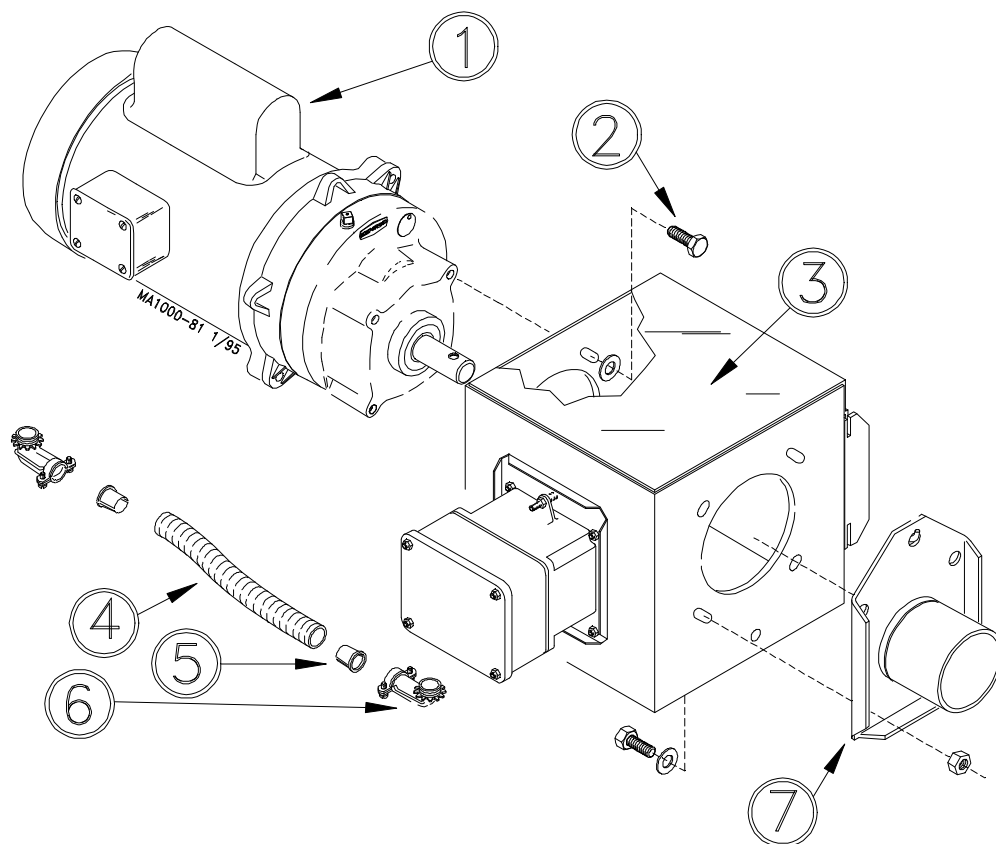

Figura 13. Procedimiento de armado de la unidad de control y unidad de potencia
1. Fijar el anclaje del tubo al extremo de la unidad de control. Poner una arandela plana en cada uno de los pernos que fijan el anclaje del tubo a la unidad de control. Ver la Figura 13.